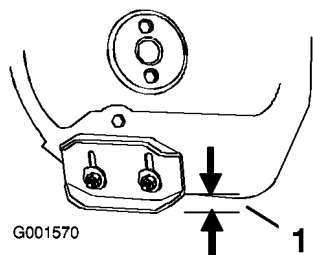

Figure 43
2. Desserrez les écrous qui fixent les deux patins aux côtés de la fraise à neige jusqu'à ce que les patins puissent coulisser aisément vers le haut et vers le bas (Figure 43).